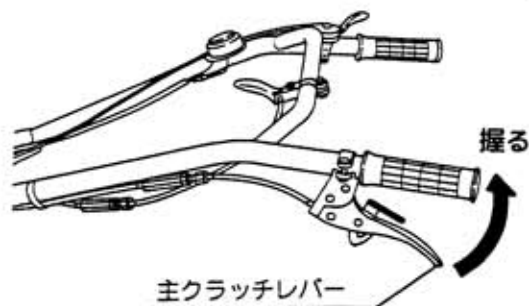

図27
- 2 主クラッチレバーを「握る」と発進します。主クラッチレバーはゆっくりと操作してください。（図27）